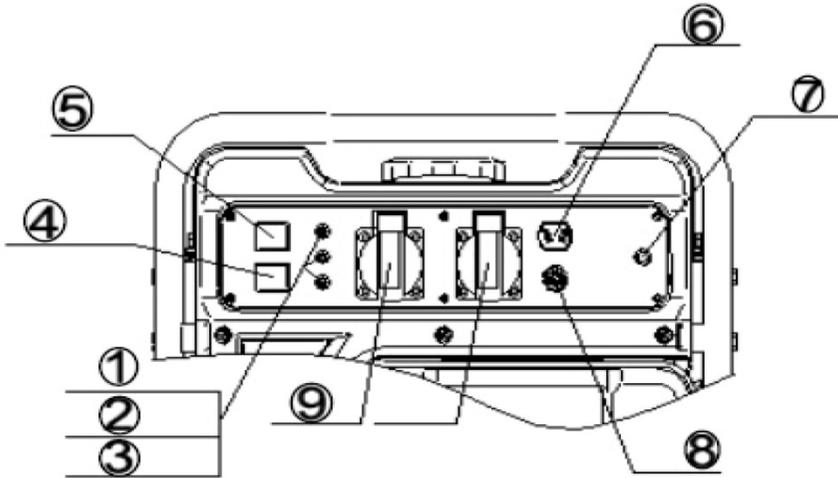

Рис.2
<p>Отсоедините нагрузку от станции. Заземлите станцию через клемму заземления (7, Рис.2).</p>
<p>Установите переключатель режима работы (4, Рис.2) в положение «OFF».</p>
<p>Переведите выключатель двигателя (5, Рис.2) в положение «ON».</p>
**ВНИМАНИЕ!** Во избежание поражения электрическим током, короткого замыкания, всегда заземляйте станцию. Для этого подсоедините один конец провода большого сечения к заземляющей клемме станции (7, Рис.2), другой конец – к внешнему заземляющему контакту.
- Запустите двигатель и убедитесь, что загорелась зеленая индикаторная лампа рабочего режима (2, Рис.2).
- В зависимости от типа потребителя установите переключатель режима работы (4, рис.2) в соответствующее положение (подробнее см. п. «Экономный режим работы»)
- Подключите кабель питания потребителя к станции через одну из розеток переменного тока (9, Рис.2).
Индикатор рабочего режима станции (2, Рис.2) загорается, как только станция включена. Он всегда горит зеленым при нормальной работе станции.
Если станция перегружена или если произошло короткое замыкание в подключенном потребителе, зеленая индикаторная лампа погаснет, загорится красная индикаторная лампа перегрузки (3, Рис.2) и прекратится подача тока от станции на потребитель.
Розетка постоянного тока (6, Рис.2) предназначена только для подзарядки 12-вольтовых автомобильных аккумуляторных батарей.
2. Проверьте, что предохранитель (8, Рис.2) находится в позиции «ON».
3. Переверните переключатель режима работы (4, Рис.2) в положение «OFF».
4. Подсоедините кабель подзарядки к розетке постоянного тока (6, Рис.2), затем к полюсам батареи.